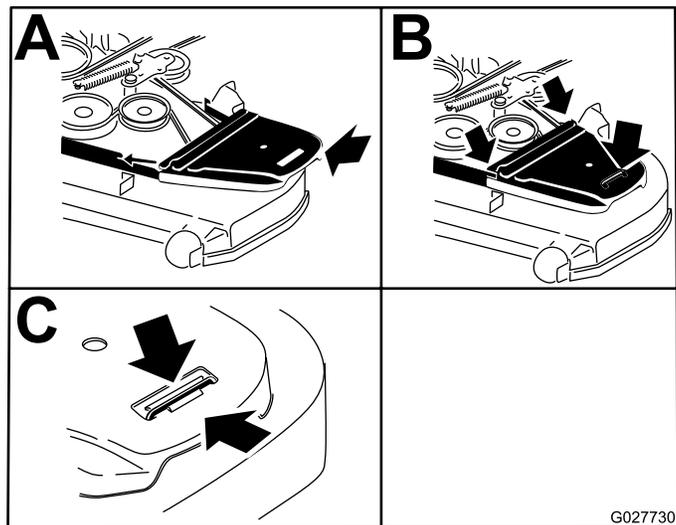

Рисунок 88
14. Установите крышки ремней (Рисунок 88).